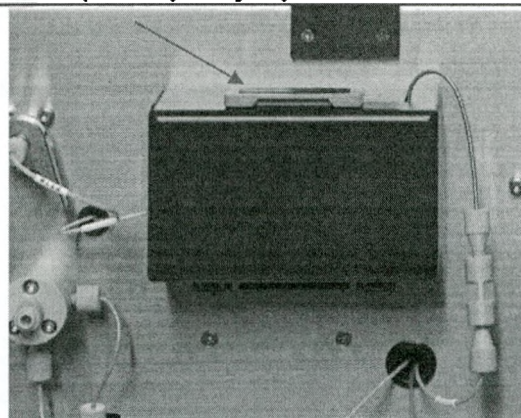

Рисунок 3-8. Внешний вид нагревательного модуля
- б) Нажмите кнопку наверху нагревательного модуля, чтобы открыть крышку (см. рис. 3-8).